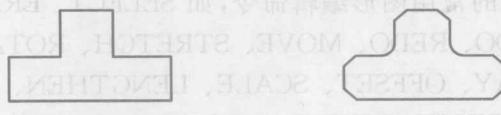

图 1-5
- ① 用 ERASE 命令擦除图 1-5(b)中图 1-5(a)所示的多余线条。